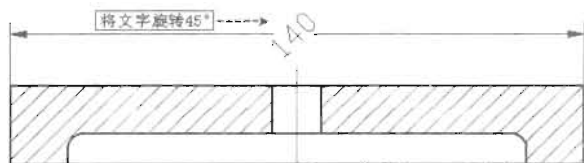

图 10-30
③ 角度 (A): 指定标注尺寸文本的角度, 如图 10-30 所示, 命令执行过程如下。